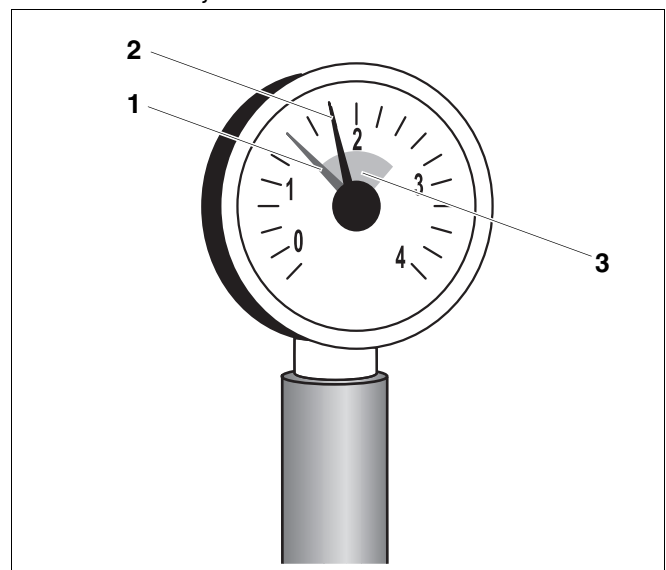

Fig. 4 Manómetro para instalaciones de calefacción cerradas
En las instalaciones cerradas, la aguja del manómetro (fig. 4, **pos. 2**) debe encontrarse dentro de la marca verde (fig. 4, **pos. 3**). La aguja roja (fig. 4, **pos. 1**) del manómetro debe estar ajustada a la presión necesaria para la instalación de calefacción.
- Si la aguja del manómetro (fig. 4, **pos. 2**) desciende de la marca verde (fig. 4, **pos. 3**) la presión de agua de la instalación de calefacción es insuficiente. Agregue agua de relleno (véase capítulo 3 "Utilización del agua adecuada de relleno y de llenado", página 7) a la instalación.